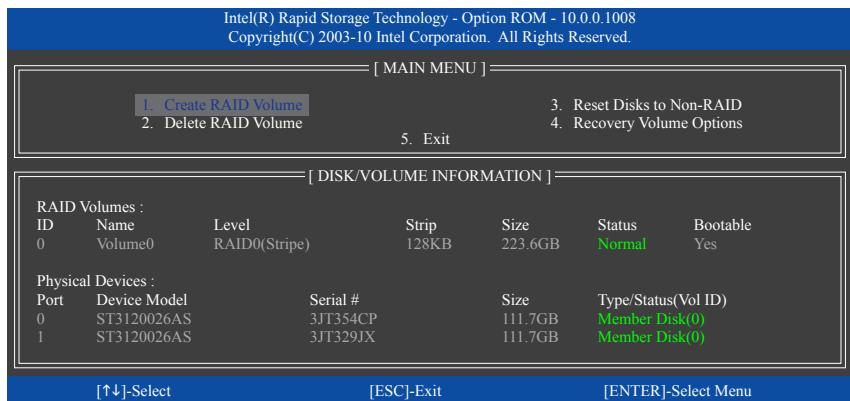

図7
完了したら、**DISK/VOLUME INFORMATION** セクションに、RAID レベル、ストライプブロックサイズ、アレイ名、およびアレイ容量などを含め、RAID アレイに関する詳細な情報が表示されます(図7)。
6. **NEXT**: 上の設定を完了した後、**NEXT** に移動して<Enter>を押しアレイの作成を開始します。確認を求められたら、<Y>を押して確認するか<N>を押してキャンセルします(図7)。